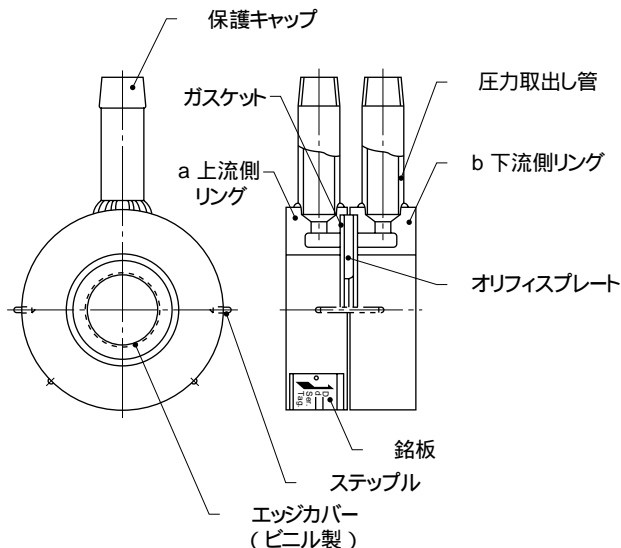

図1 各部の名称
絞り機構は、発送の際には2つの圧力取出し管(図1 -)を同じ向きに揃えて固定し、ポリエチレン袋をかぶせて出荷しております。
また、口径350A以上の場合はステップル(図1 -)で固定しないで出荷いたします。
- (a) 絞り機構を包装してあるポリエチレン袋を解き，絞り機構を取り出してください。ただし，圧力取出し管にかぶせてある保護キャップ(図 1 -)は据付けが終わるまで取り外さないでください。
- (b) オリフィスプレートに付けてあるビニル製のエッジカバー(図 1 -)を取り除いてください。
上流側のリング(図 1 - a)の外周には，銘板(図 1 -)が取り付けられています。この銘板には図 5 のように流通方向を示す矢印が記してあります。
- (b) 絞り機構と差圧導管を接続する際，圧力取出し管にかぶせてある保護キャップ(図 1 -)を外してください。